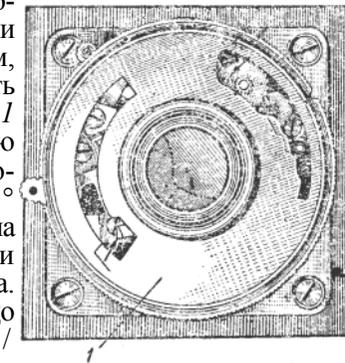
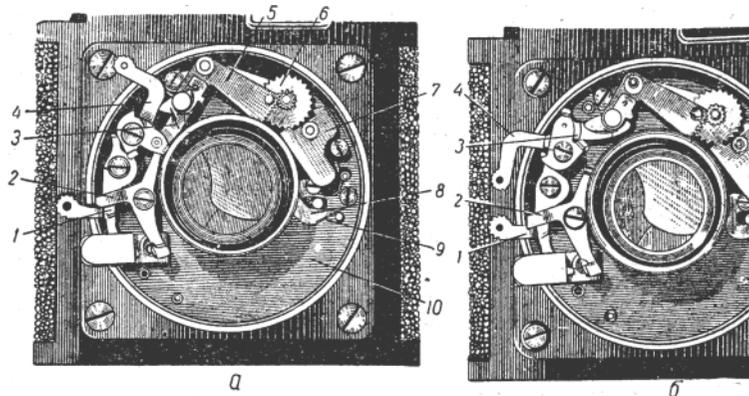
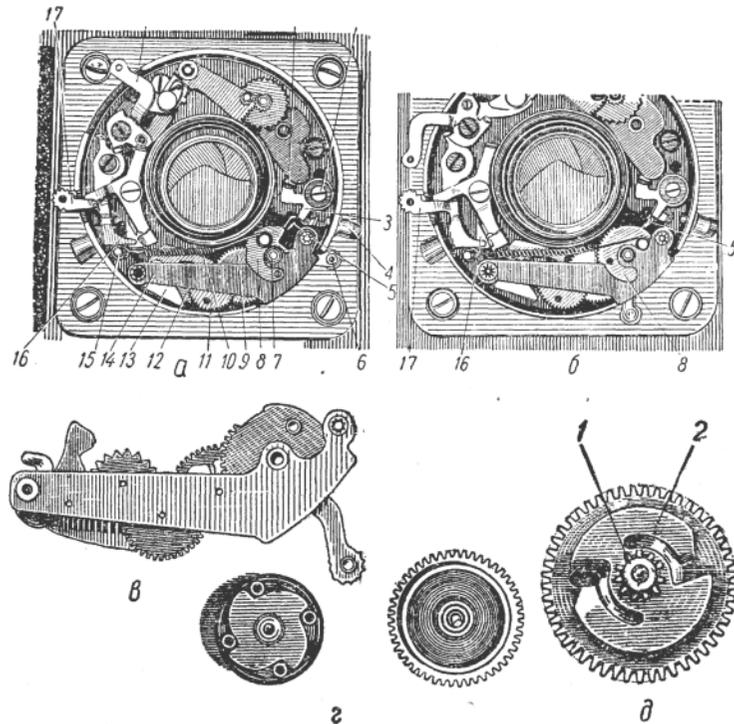

Рис. 74. Кольцо установки выдержек затвора.
Рис. 75. Механизм затвора:
Рис. 80. Механизм затвора:
стопорных винта, расположенных сбоку на ней и снимают оправу. Затем делают сверху на оправе объектива метку и медленно вывинчивают объектив, считая количество оборотов, сделанных меткой. Положение метки замечают при отвинченном объективе (см. стр. ПО). Потом можно снять круглую накладку затвора 1 (рис. 73), повернув в любую сторону диск замка 2 и повернув накладку на 10—15° до совмещения имеющихся на ней выступов с отверстиями на шейке основания затвора. После этого снимают кольцо установки выдержек / (рис. 74).
выдержек видны следующие детали затвора: спусковой рычаг / (рис. 75,а), рычаг выдержки «В» 2, заводной рычаг 4 > приводной рычаг <?, механизм замедления. Все перечисленные детали смонтированы на основании 10. В отверстии основания видна часть кольца-кулисы 5, на которой укреплены лепестки затвора. Пружина 9 возвращает кольцо-кулису в исходное положение. На этом же рисунке показаны детали механизма замедления: сектор 5 и его палец, анкерное колесо 6 и анкер 7.
На рис. 75,а механизм затвора изображен в незаведенном состоянии. Когда поворачивают рычаг 4 и заводят затвор, вместе с ним поворачивается приводной рычаг 3. В рычаге 3 сделана прорезь, которая захватывает высеченный усик кольца-кулисы- 8 (в основании затвора 10 сделано продольное отверстие, где может перемещаться высеченный усик кольца-кулисы). На рис. 75,а он закрыт плечом сектора 5). В это же время крючок рычага 4 цепляется за отгиб рычага 1 и механизм приводится в положение «на взводе». На рис. 75,б показаны рычаги затвора в положении «на взводе».
дит в шлиц кольца-кулисы /. При небольшом повороте кольца-кулисы лепестки поворачиваются и открывают затвор. Чем скорее поворачиваются лепестки, тем короче выдержка затвора. Когда рычаг 3 (рис. 75) поворачивает кольцо-кулису и приводит ее в крайнее положение, лепестки полностью открываются, затем рычаг освобождает высеченный усик кольца-кулисы, которая под действием пружины 8 возвращается в исходное положение, и лепестки закрываются.
Выдержки затвора регулируются механизмом замедления и рычагом выдержки 2 (рис. 75,а), которые устанавливаются в нужное положение кольцом выдержек / (рис. 74).
Важной деталью механизма замедления является рычаг, установленный на секторе 5 (см. стрелку на рис. 75,а). Этот рычаг находится под действием пружины и может свободно поворачиваться только в одну сторону. Когда заводят рычаг 4, его отгиб попадает на рычаг сектора, который поворачивается и «пропускает» отгиб рычага 4; а сектор остается неподвижным. При срабатывании затвора отгиб рычага снова попадает на рычаг сектора, однако с другой стороны. В этом случае рычаг поворачивается вместе с сектором 5, который вращает анкерное колесо 6 и приводит в движение анкер 7, замедляющий движение сектора. При этом рычаг сектора задерживает движение рычагов 3 и 4, а-вместе с ними и кольца-кулисы с лепестками. Чем дальше поворачивается сектор, тем дальше открыты лепестки затвора. Следует обратить внимание на кольцо выдержек / (рис. 74). При установке необходимой выдержки кольцо 1 поворачивается и палец сектора (см. верхнюю стрелку) устанавливается на определенной ступеньке фигурного выреза кольца. Этим регулируется радиус поворота сектора, а следовательно, и время автоматических выдержек.
Выдержка «В» регулируется рычагом 2 (рис. 75,а). При срабатывании затвора поворачивается рычаг 4, его отгиб попадает на плечо рычага 2, и рычаг 4 останавливается. Это происходит в тот момент, когда лепестки полностью открыты. Когда рука освобождает спусковой рычаг У, он возвращается в исходное положение и поворачивает рычаг 2 (пружина рычага 1 сильнее пружины рычага 2). Рычаг 4 снова начинает двигаться и лепестки закрываются. Кольцо выдержек / (рис. 74) включает и выключает из работы рычаг 2. Нижняя стрелка на рис. 74 показывает отгиб рычага 2,
Неисправности затворами их устранение.,1. В ы д е р ж к а «В» не работает. Выдержка «В» не срабатывает из-за неправильной регулировки рычага 2 (рис. 75,а).
2. После нажима на рычаг спуска затвора затвор не срабатывает. Нужно проверить исправность механизма замедления. Часто из-за загрязнения и высыхания смазки плохо взаимодействуют шестерни механизма. Сектор 5 (рис. 75,а) не двигается, ограничивая тем самым движение рычага 4_У и затвор не срабатывает. Пинцетом или двумя пальцами нужно взять за палец сектора 5 и проверить, хорошо ли сектор поворачивается в обе стороны и как работает при этом анкер. При исправном механизме замедления сектор должен поворачиваться свободно, плавно и под действием пружины возвращаться в исходное положение.
4. Механизм затвора срабатывает, но лепестки не открываются. Эта неисправность вызывается тем, что рычаг 3 (рис. 75,а) при срабатывании затвора не захватывает высеченный усик кольца-кулисы 8.
5. После срабатывания затвора лепестки до конца не закрываются и между ними остается отверстие. Если кольцо-кулиса 8 (рис. 75,а) после срабатывания затвора не возвращается в исходное положение вместе с лепестками затвора, нужно проверить состояние пружины 9, которая должна возвращать ее. На рис. 75,а показано правильное положение пружины 9. Если она не возвращает кольцо-кулису в исходное положение, значит пружина слаба и ее нужно усилить, сделав больший изгиб.
6. При неоднократном повторении одной какой-либо выдержки получаются негативы разной плотности. Это происходит в том случае, когда сектор 5 (рис. 75,а) после срабатывания затвора не возвращается в исходное положение, поэтому при очередном срабатывании затвора выдержка получается меньше. Может также случиться, что пружина
Механизм замедления автоспуска (рис. 80) состоит из сектора 8 с рукояткой 6, шестерни с тормозным устройством 9, шестерни с трибом 11, анкерного колеса 12, анкера 13. Все указанные детали скреплены двумя платами 14. Механизм замедления устанавливается на оси 7, укрепленной на основании затвора.
Следует обратить внимание на конфигурацию сектора 8. Часть сектора, находящаяся против высеченного усика 5, вырезана. Усик 5 находится на кольце-кулисе 8 (рис. 75) и при срабатывании затвора передвигается вместе с ней. При работе без автоспуска, когда механизм его не заведен (см. рис. 80,а), кольцо-кулиса свободно передвигается,
так как усик 5 попадает в вырез сектора 8. Но при заведенном механизме автоспуска (см. положение на рис. 80,б) усик 5 опирается на кривую сектора 8 и не позволяет кольцу-кулисе поворачиваться. Следовательно, затвор сработать не может.
Когда нажимают на спусковой рычаг 17 (рис. 80,б) и производят спуск затвора, отгиб рычага нажимает на крючок 16, который освобождает механизм замедления, и последний начинает работать. Механизм замедления работает 8—10 сек.
Разборка механизма. Чтобы извлечь механизм автоспуска из затвора, снимают кольцевой зацеп пружины 10 (рис. 80,0.) с пальца /5, а затем, нажимая левой рукой на спусковой рычаг затвора, правой снимают механизм, поворачивая его на оси 7 в обе стороны.
Механизм автоспуска не срабатывает и по другой причине. В результате применения некачественного штекера лампы-вспышки внутренний изолированный контакт штекерного гнезда 4 (рис. 80,а) проваливается внутрь затвора
2. После завода механизма автоспуска заводная рукоятка произвольно возвращается в исходное положение. Этот дефект вызывается неисправностью тормозного устройства механизма замедления. Когда заводят автоспуск, сектор 8 (рис. 80,а) свободно поворачивается, а шестерни механизма остаются неподвижными. При работе механизма он поворачивается в обратную сторону и шестерни начинают вращаться. Когда поворачивают рукоятку 6 сектора 8, заводится пружина 10 и тормозное устройство удерживает механизм автоспуска в положении «на взводе».
Тормозное устройство находится в барабане, имеющемся на шестерне 9, и состоит из диска с вырезами (рис. 80,г) и роликов, установленных в этих вырезах. Если ролики загрязняются или на них попадает масло, они перестают выполнять свои функции и после завода механизма рукоятка 6 и сектор 8 произвольно возвращаются в исходное положение. Для устранения неисправности механизм следует разобрать и почистить в бензине, а после чистки смазать только оси шестерен и анкера.
Вместо барабана с диском и роликами на шестерне 9 сделан ряд радиальных отверстий (см. рис. 80,5), а к трибу (он находится над шестерней) прикреплена пружина с двумя изогнутыми концами, которые при заводе механизма вращаются против часовой стрелки и свободно скользят по поверхности шестерни. В обратную сторону они свободно передвигаться не могут, так как попадают в радиальные отверстия шестерни и приводят в действие механизм замедления. Такое тормозное устройство работает значительно надежнее.
3. В время работы механизма автоспуска лепестки затвора немного открываются и в камеру проникает свет. Это происходит из-за деформации высеченного усика 5 (рис. 80,б), который во время работы механизма автоспус-
Штепсельное гнездо 4 (рис. 80) находится на корпусе затвора, контактный механизм расположен внутри него. Он состоит из фигурной ламели 3, установленной на оси и укрепленной винтом 2. На оси под ламелью расположена пружина, один конец которой упирается в корпус затвора, а другой — в плечо ламели. На кольцо-кулисе установлен винт /.